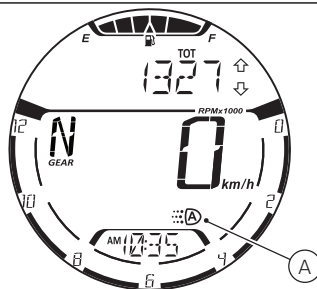

Fig. 24
Es posible apagar las luces DRL configurándolas en “MANUAL” mediante el pulsador (5) que se encuentra en el conmutador izquierdo. Presionando de nuevo el pulsador (5), las luces DRL vuelven a encenderse configurándose en “AUTO”. Cuando las luces DRL se configuran en “AUTO”, en el display se visualiza el símbolo (A, Fig. 24)
Si la luz DRL se encuentra en esta modalidad, al poner en marcha el motor, la luz DRL se apaga automáticamente y se enciende la luz de cruce si el salpicadero detecta escasas condiciones de luz (NIGHT). En cambio, si el salpicadero detecta una buena condición de luz (DAY), la luz DRL permanece encendida y la luz de cruce apagada: en esta modalidad el salpicadero pasa automáticamente de la luz DRL a la luz de cruce y viceversa en base a las condiciones de luz externa detectada. En el display se visualiza el símbolo (A, Fig. 24).